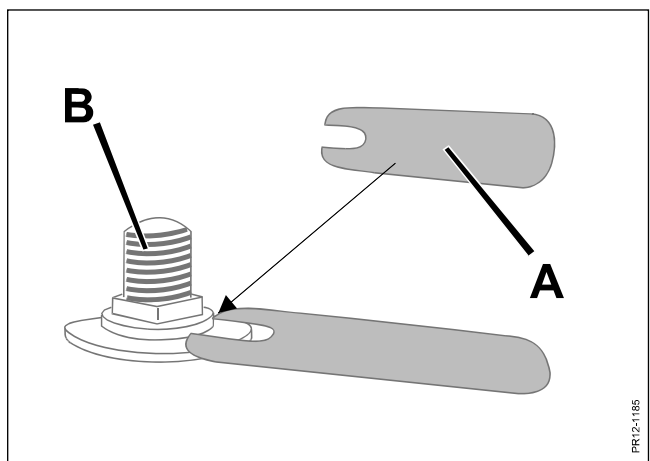

Fig. 6-8
- Fig. 6-8 I samband med knivbyte kontrolleras regelbundet alla knivbultar **B** på tallrikarna med kontrolltolken **A** (finns i reservdelssatsen).